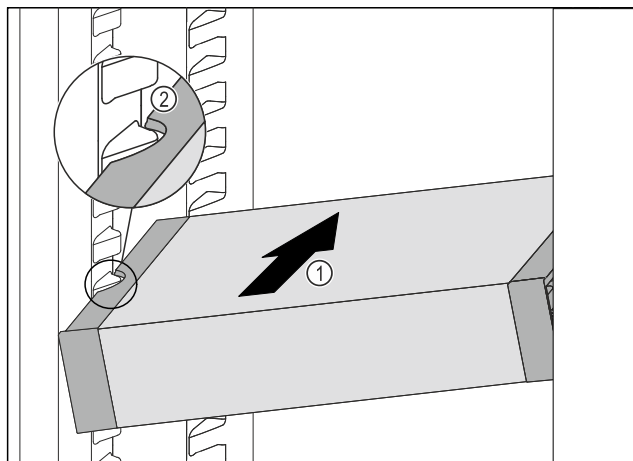

Fig. 48
- ▶ Predal VarioSafe potisnite v hladilnik poševno *Fig. 48 (1)*, dokler nista stranska izreza *Fig. 48 (2)* predala VarioSafe na višini nastavka za posodo v hladilniku.